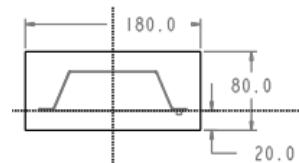

图 12.4 截面草图
(1) 选择命令。单击 **模具** 功能选项卡 **形状** ▾ 区域中的 **拉伸** 按钮。
(2) 创建实体拉伸特征。
① 定义草绘截面放置属性。在绘图区中右击，从系统弹出的快捷菜单中选择“**定义内部草绘...**”命令。然后选择 MOLD_FRONT 基准平面作为草绘平面，草绘平面的参考平面为 MOLD_RIGHT 基准平面，方位为**右**，单击**草绘**按钮。至此，系统进入截面草绘环境。
② 进入截面草绘环境后，选取 MOLD_RIGHT 基准平面和 MAIN_PARTING_PLN 基准平面为草绘参考，单击**关闭(C)**按钮，然后绘制图 12.4 所示的截面草图。完成截面草图的绘制后，单击“草绘”操控板中的“确定”按钮 \checkmark 。
③ 选取深度类型并输入深度值。在操控板中选取深度类型 \square （即“对称”），再在深度文本框中输入深度值 70.0，并按 Enter 键。
④ 完成特征。在“拉伸”操控板中单击 \checkmark 按钮，完成特征的创建。